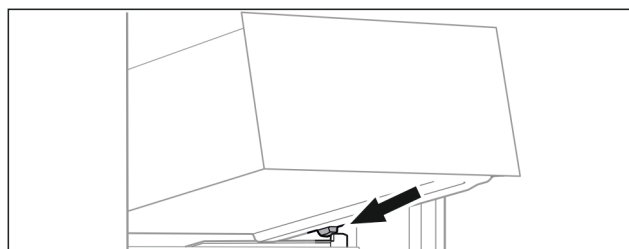

Fig. 67
- Schubfach schräg hinter den Stoppern auf Behälterrippe aufsetzen. (siehe Fig. 67)